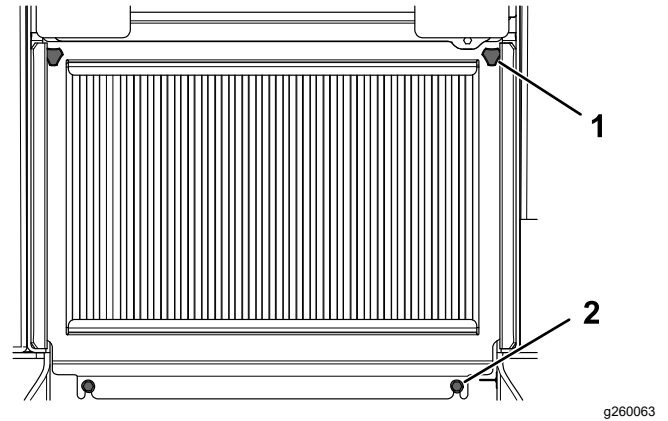

Figure 36
2. Desserrez les 2 boulons qui fixent le bas du panneau de protection (Figure 36).
3. Desserrez les 2 boutons sur le panneau de protection (Figure 36).
1. Bouton (2)
2. Boulon (2)
4. Soulevez le panneau de protection et déposez-le (Figure 36).